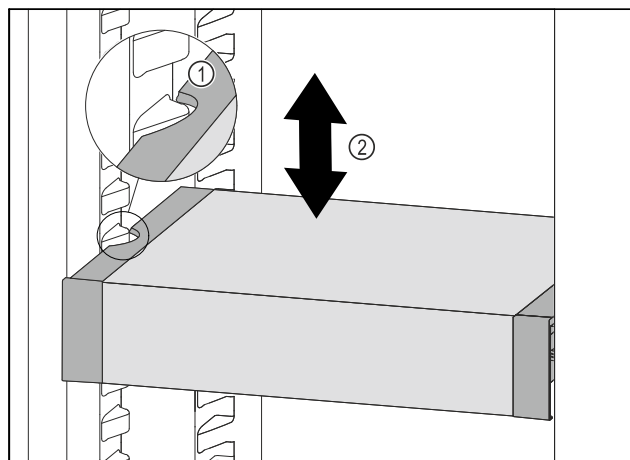

Fig. 175
- VarioSafe vucite prema naprijed sve dok se bočni otvori VarioSafe ladice ne nađu na visini žlijeba spremnika u hladnjaku. Fig. 175 (1)
- Pomičite ladicu VarioSafe u hladnjaku prema gore ili dolje sve dok ne dosegnete željenu visinu. Fig. 175 (2)